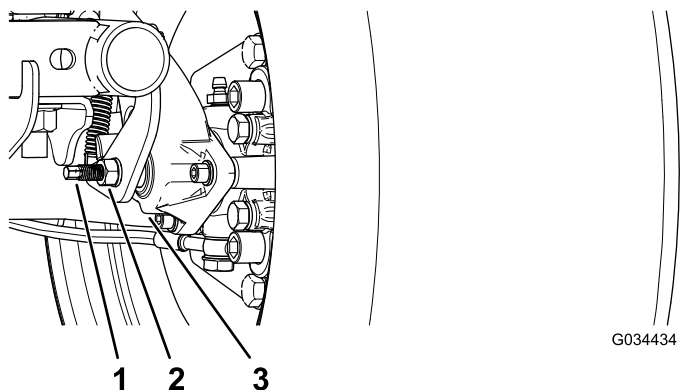

图 49
3. 使用 2 个扳手用 1 个扳手控制住制动盘上的调节杆用另一个扳手将锁紧螺母拧松 ¼ 圈图 49。
4. 在将调节杆和锁紧螺母固定在位的同时旋入调节杆直至旋紧图 49。
5. 在将调节杆和锁紧螺母固定在位的同时向回倒旋 ¼ 圈图 49。
6. 在将调节杆和锁紧螺母固定在位的同时拧紧锁紧螺母图 49。